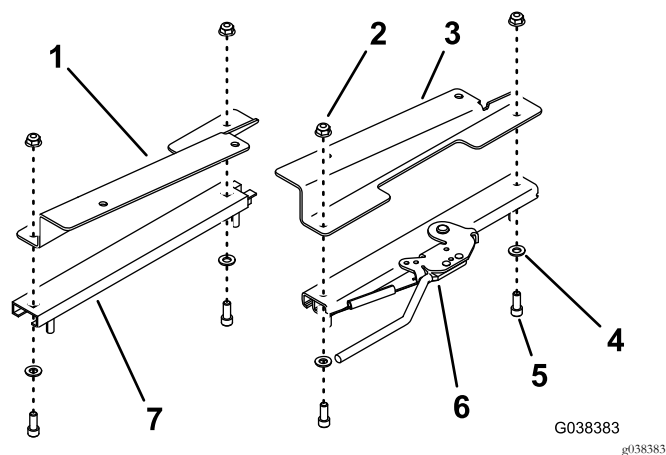

Figura 5
- Montate le staffe del sedile di sinistra e destra sui regolatori sinistro e destro utilizzando 4 bulloni a testa esagonale (5/16 x 3/4 poll.), 4 rondelle piane e 4 dadi (5/16 poll.) come mostrato nella Figura 5.